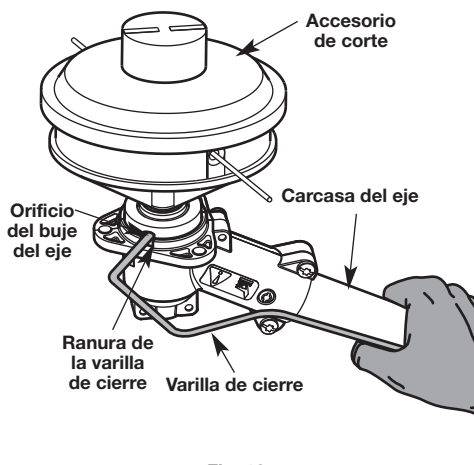

Fig. 16
4. Mientras sostenga la varilla de traba, sujete el cabezal de corte al eje de salida enroscándolo hacia la izquierda hasta que quede completamente asentado (Fig. 16).